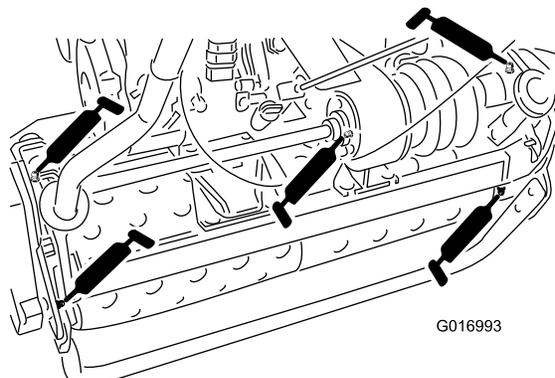

Рисунок 22
- 2 на осях (Рисунок 22)
- 3 на дифференциале (Рисунок 22)